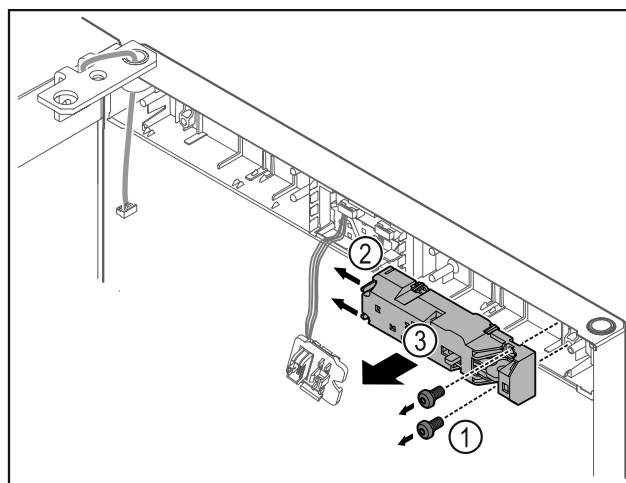

Fig. 23
- ▶ Odvrnite vijke Fig. 23 (1).
- ▶ Pritisnite jezičke Fig. 23 (2) na stranu i skinite daljinsku bravu Fig. 23 (3).